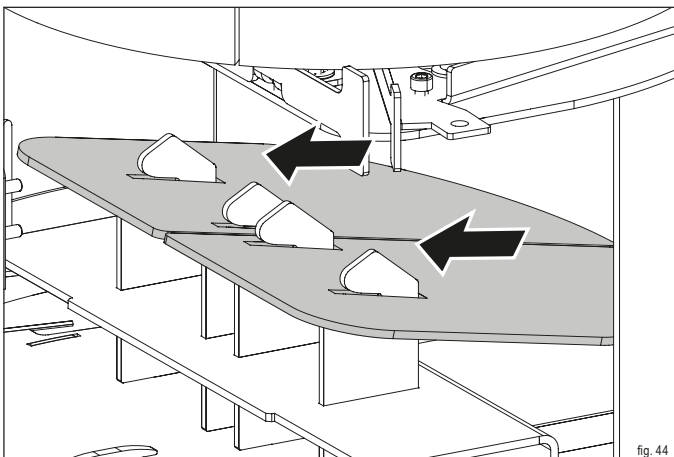

fig. 44
- ▶ Spingere in alto i deflettori per allentarli dal supporto (fig. 44).